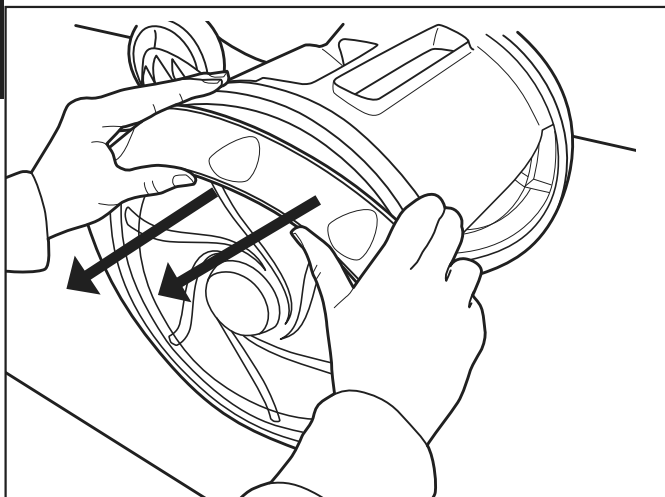

Figure 18. Retirer le vieux pneu du robot nettoyeur
2. Retirer le vieux pneu, tel qu'il est illustré à la Figure 18.